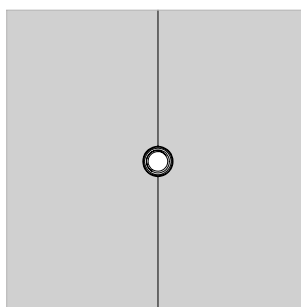

Fig. A6.05
- Il telaio per parete viene regolato in altezza quando i fori di ancoraggio semicircolari sul lato cassaforma formano un cerchio. (Fig. A6.05)